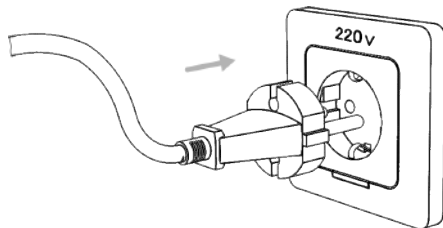

Рис. 9.2. Подключение к электрической сети.
1. Подсоедините сетевой кабель к электросети с требуемыми параметрами. Проверьте надежность соединения кабеля и сетевой розетки (См. рис. 9.2).